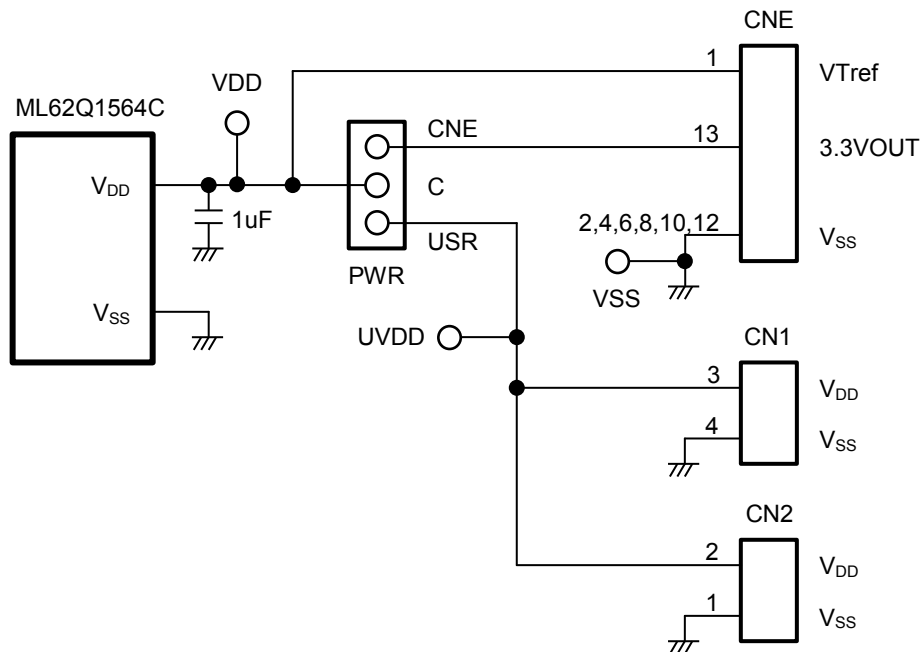

図 2 電源回路
- 1.2 ML62Q1564C Reference Board 外観図 2